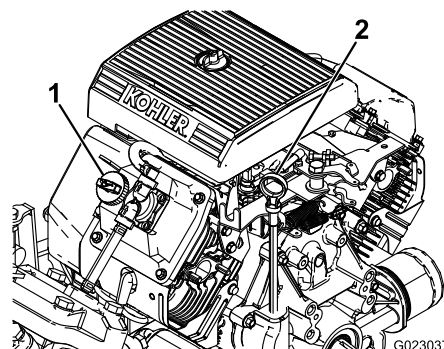

Figura 27
2. Retire a vareta e limpe-a com um pano limpo (Figura 27). Volte a colocar a vareta no tubo e verifique se está completamente introduzida. Retire a vareta e verifique o nível de óleo.
3. Se o nível de óleo estiver baixo, retire a tampa de enchimento da cobertura das válvulas (Figura 27) e adicione lentamente óleo suficiente na abertura até que o nível suba até à marca "Full" (Cheio) da vareta. Adicione o óleo lentamente e verifique o nível com alguma frequência durante o procedimento. Não encha demasiado.
8. Coloque lentamente cerca de 80% da quantidade de óleo especificada no bocal de enchimento do óleo (Figura 27).